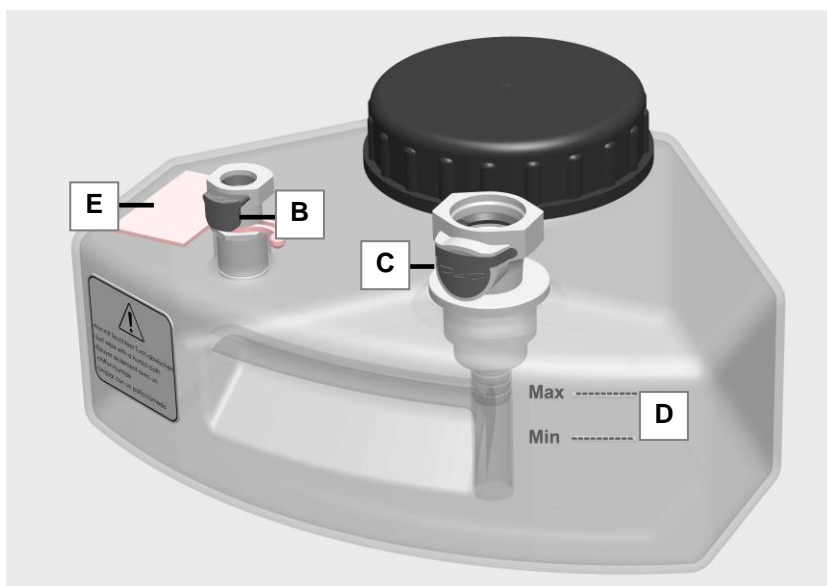

Fig. 4.4.3 Depósito de medios
Para permitir la asignación individual y la identificación de los medios introducidos, los depósitos de medios disponen de placas de rotulación desmontables (Fig. 4.4.3.E).
Pulse respectivamente el botón de desbloqueo de la válvula de cierre del depósito de medios (*Fig. 4.4.3.B/C*) y extraiga simultáneamente hacia arriba la conexión de tubo de la válvula de cierre.
4. Abra la tapa roscada y llene el depósito de medios con el medio de limpieza adecuado hasta un nivel de llenado entre las marcas Min – Max (*Fig. 4.4.3.D*).
Para garantizar un funcionamiento correcto de la máquina de limpieza y obtener un resultado de limpieza óptimo, el nivel de llenado de los medios debe encontrarse siempre entre las marcas (*Fig. 4.4.3.D*):